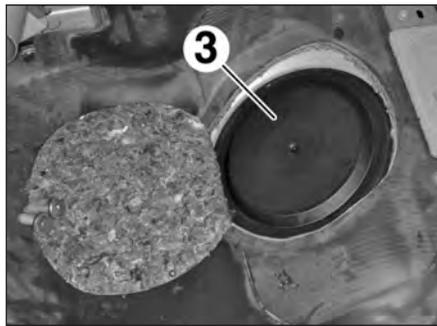

FIG.38
- le couvercle plastique (3) de la jauge de carburant après avoir soulevé la moquette (Fig.38).